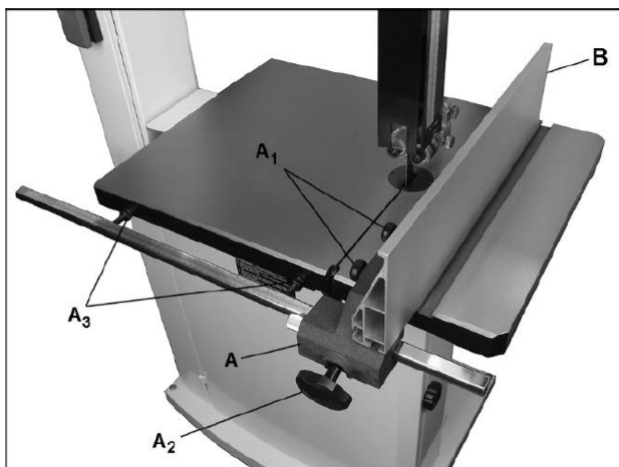

Рисунок 5-7
### СБОРКА И ВЫРАВНИВАНИЕ ПАРАЛЛЕЛЬНОГО УПОРА См. рис. 5-7.
1. Установите корпус параллельного упора (A, рис. 5-7) на направляющую и переместите корпус упора справа от пильного полотна.
2. Установите упор (B) и затяните двумя ручками (A1).
5. Затяните гайки на шпильках направляющей рейки. Рисунок 5-7